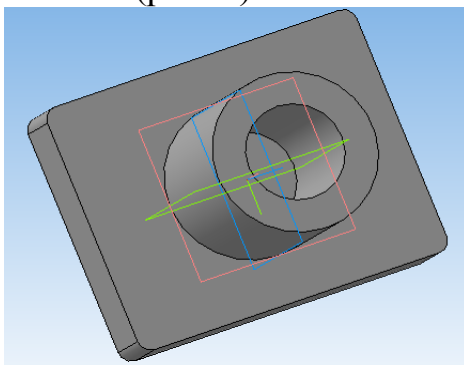

Рис. 5
11. Постройте окружность **диаметром 30 мм.** и центром в начале координат. Примените операцию **Вырезать выдавливанием** , которая также находится на панели **Редактирование детали** . Задайте необходимое расстояние выдавливания **50 мм.** При необходимости, изменить направление выдавливания  (рис. 5)